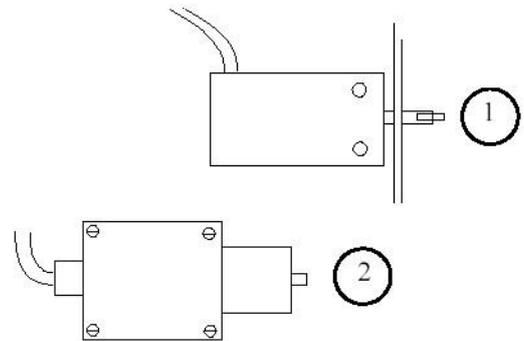

Fig. 60
2. Dévisser les vis de fixation et enlever l'enclenchement de la butée de fin de course (Fig. 60/1-2).